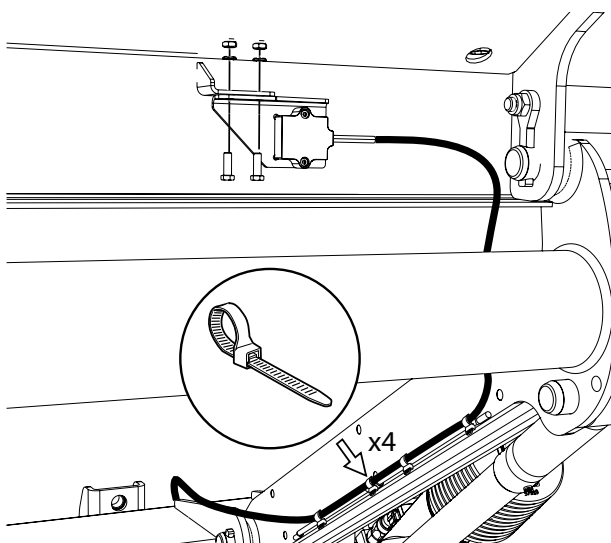

Figure 53. Montage de l'inclinomètre
1. Monter l'inclinomètre sur la plate-forme, utiliser les vis, écrous et rondelles fournis et fixer le câble avec des attaches de câble, voir Figure 53.